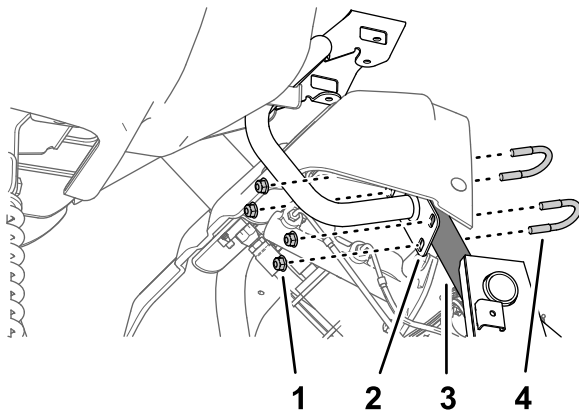

Bild 164
- Montieren Sie die Platte der Monitorbefestigung mit den zwei U-Bügeln und vier Sicherungsbundmüttern (5/16") am Stützrohr des Maschinenchassis (Bild 164).